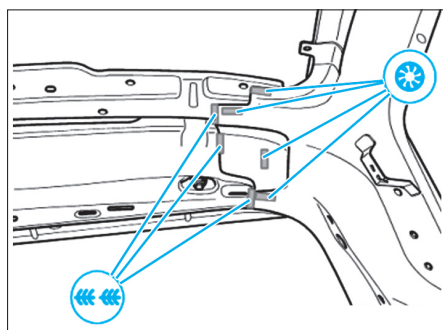

FIG. 99
- Souder comme illustré (Fig.99).